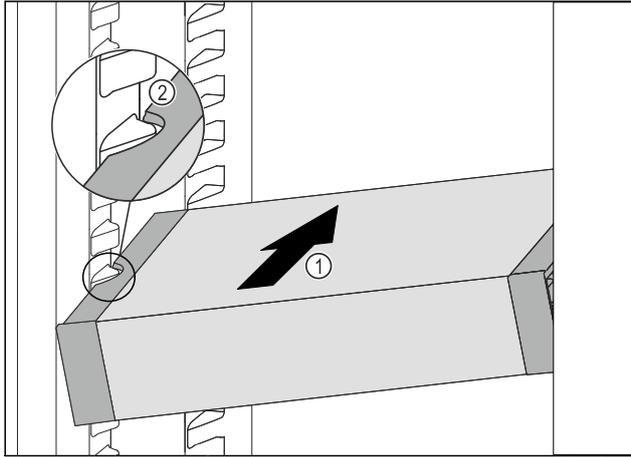

Fig. 114
- ▶ Introduzca el VarioSafe en posición oblicua en el compartimiento del frigorífico Fig. 114 (1) hasta que los huecos laterales Fig. 114 (2) del VarioSafe se encuentren a la altura de la nervadura del recipiente en el compartimiento frigorífico.